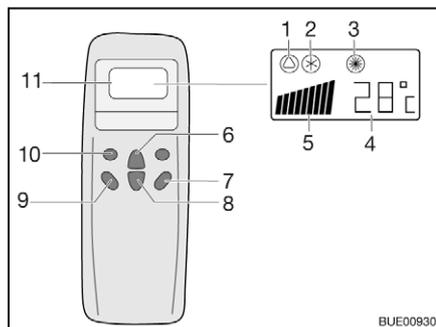
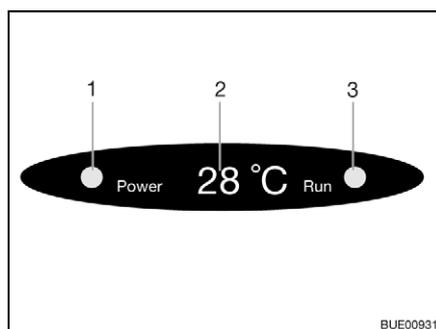

Fig. 179 Télécommande
Fig. 180 Affichage sur le diffuseur
- Appuyer sur la touche "ON/OFF" (Fig. 179,7).
- Appuyer sur la touche "Mode" (Fig. 179,10) autant de fois que nécessaire pour que le mode de fonctionnement souhaité (Fig. 179,1, 2 ou 3) s'affiche à l'écran. Le voyant de contrôle correspondant s'allume sur l'écran du diffuseur (Fig. 180,3).
- Régler la température souhaitée avec les touches d'augmentation de la température (Fig. 179,6) ou de diminution de la température (Fig. 179,8).
- Sélectionner le niveau de ventilation souhaité à l'aide de la touche de vitesse du ventilateur (Fig. 179,9).